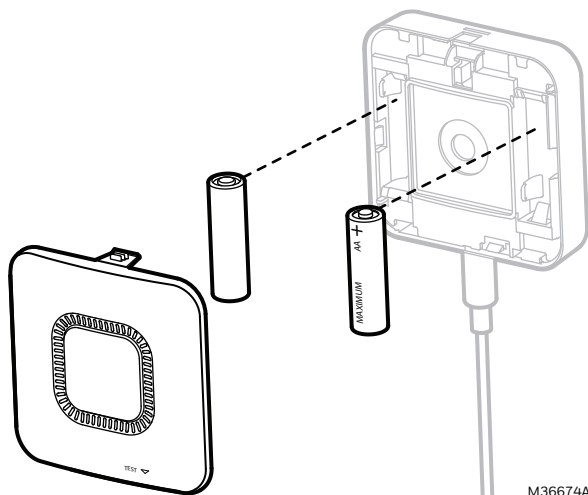

Fig. 1. Insérez les piles.
2. Insérez la fiche du câble dans la prise du dessous du détecteur de fuites. Voir la Fig. 1.